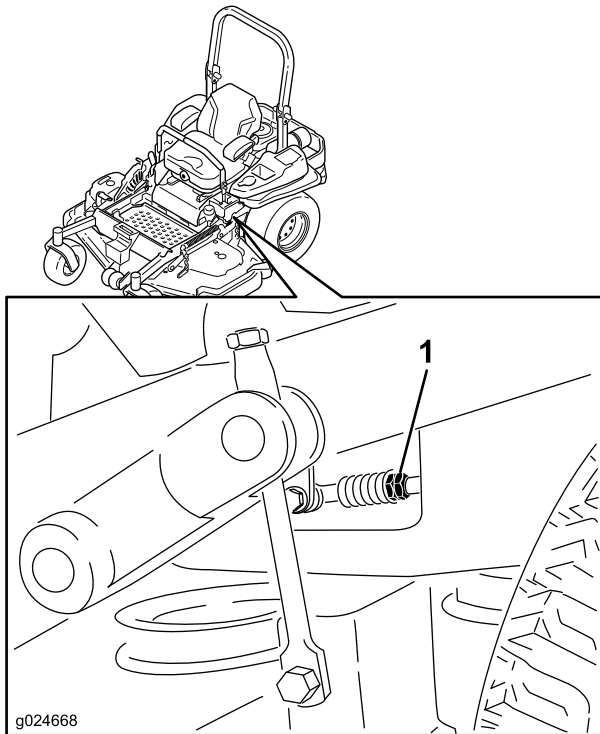

Figura 79
8. Ajuste la longitud de las varillas de control de las bombas girando las tuercas dobles de la varilla en el sentido apropiado, hasta que las ruedas se muevan ligeramente en marcha atrás (Figura 79).